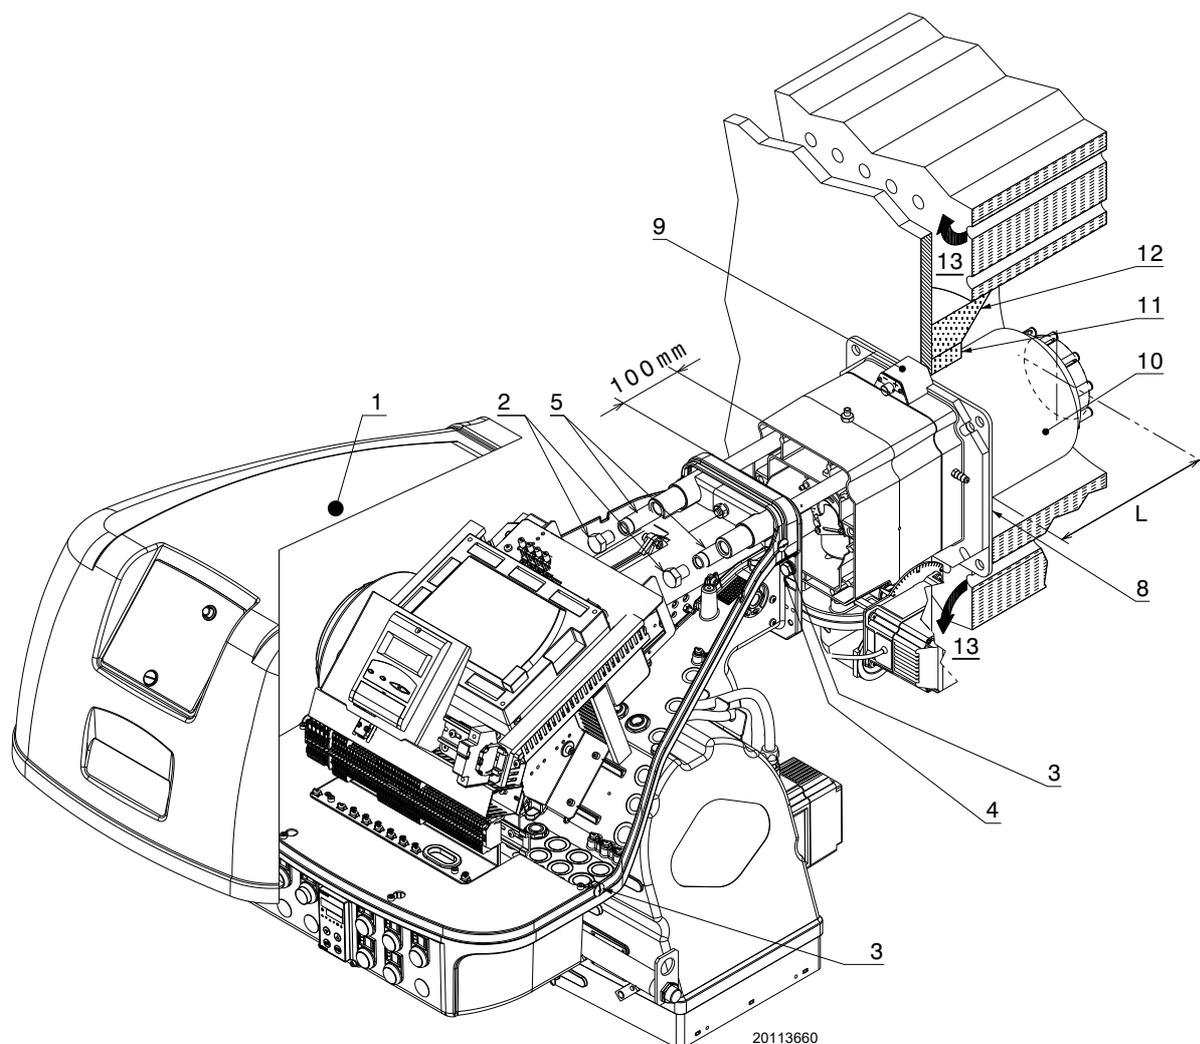

Fig. 16
Pour les chaudières avec circulation des fumées sur l'avant 13)(Fig. 16), ou avec chambre à inversion de flamme, réaliser une protection en matériau réfractaire 11), entre le réfractaire de la chaudière 12) et l'embout 10).
Pour les chaudières avec la partie avant refroidie avec de l'eau, le revêtement réfractaire 11)-12)(Fig. 16), n'est pas nécessaire, sauf demande expresse du fabricant de la chaudière.
Séparer la tête de combustion du reste du brûleur, comme indiqué dans la Fig. 16 ; procéder comme suit :
- remonter le brûleur sur les glissières 3) à environ 100 mm du manchon 4) - brûleur dans la position illustrée sur la Fig. 16 ;